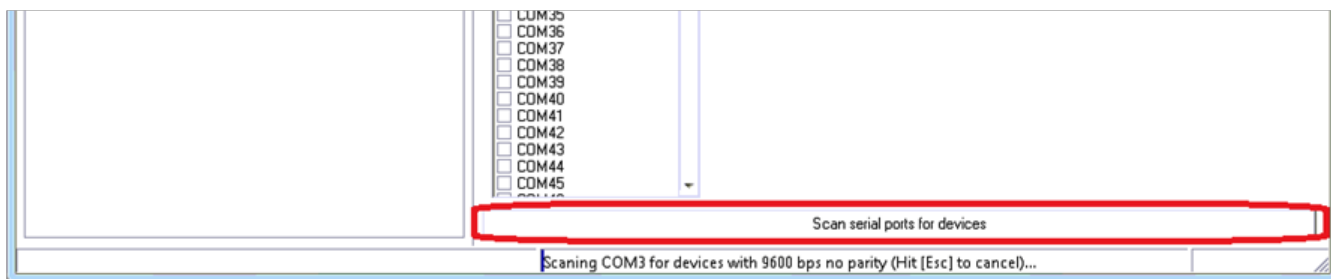

Figura 9: Seleccionar “Scan serial ports for device”.
9.- Hacer clic en el botón **“Scan serial ports for devices”**. La barra de estado de la ventana, indicará el progreso de la detección del convertidor. (**Figura 9**)